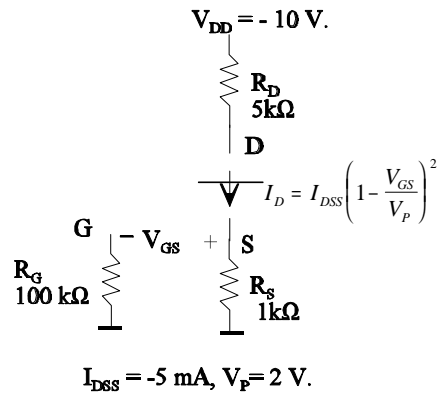

Figura E.2.6 Circuito equivalente al de la figura E.2.5.a suponiendo el transistor en saturación.
1. Suponiendo el transistor en la región de saturación (activa), el circuito equivalente se muestra en la figura E.2.6. Del análisis de este circuito se deduce: